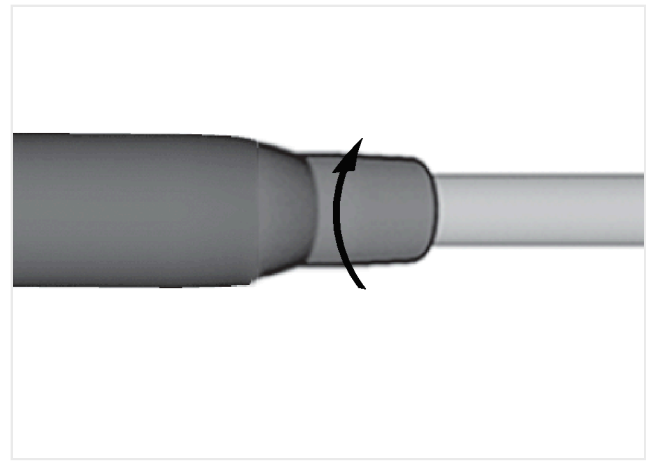

FIG. 3
4. Ținând de motor, înșurubați complet manșonul furtunului pe conexiunea spate a motorului FIG. 3.